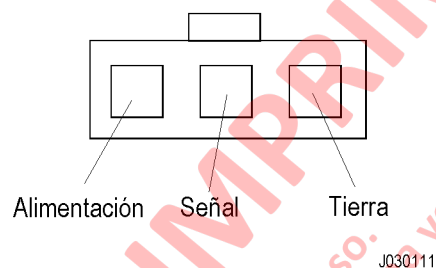

FIGURA 3-25. CONECTOR DEL
2. Conecte el conductor positivo del suministro de energía de 10 voltios al terminal de SUMINISTRO en el conector del potenciómetro como se muestra en la Figura 3-25.
3. Conecte el conductor negativo del suministro de 10 voltios al terminal de TIERRA en el conector del potenciómetro como se muestra en la Figura 3-25.